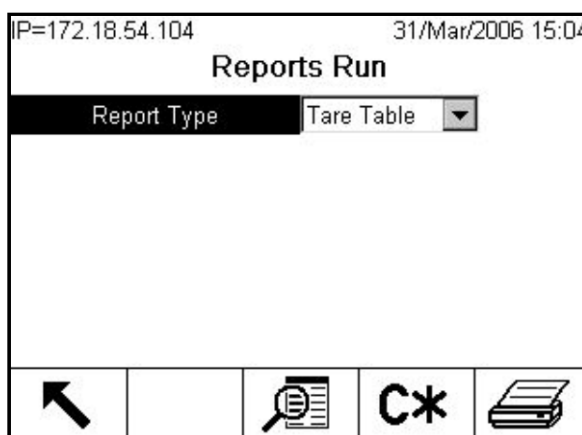

Figure C-47: Écran Exécution de rapports
1. Appuyez sur la touche programmable RAPPORTS . L'écran Exécution de rapports s'affiche (Figure C-47).